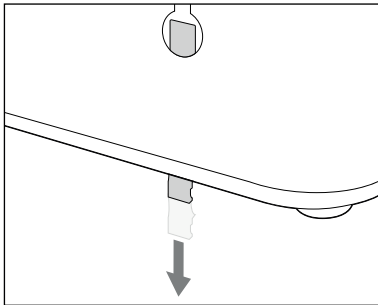

Abb. 1
3. An der Geräterückseite befindet sich in der rechten Aufhängeöse **7** ein Sicherungsstift **8** der verhindern soll, dass sich das Gerät von den Schrauben **9** löst. Ziehen Sie den Sicherungsstift **8** ein Stück nach unten aus der Aufhängeöse **7** (siehe Abb. 1).